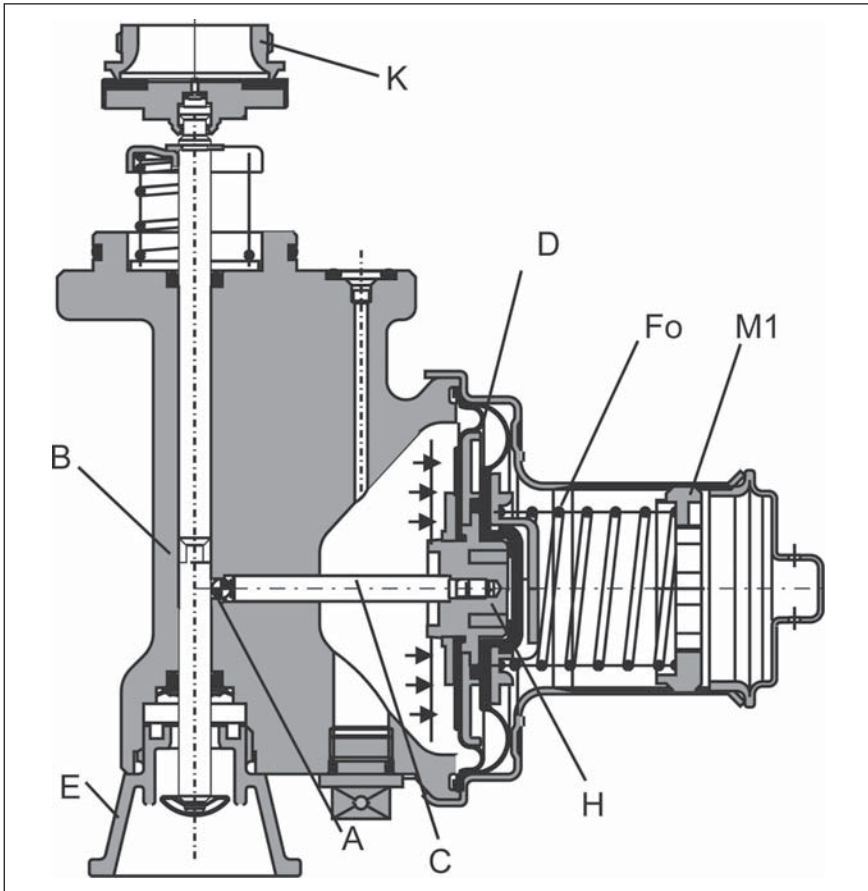

Bild 2-15, SAV - ausgelöst
Steigt der Ausgangsdruck  $p_D$  im Regelgerät und somit der Druck unterhalb der SAV-Membrane (D), so bewegt sich bei Überschreiten des durch die Einstellfeder ( $F_o$ ) eingestellten Abschaltpunktes der Membranhalter (H) und der Stift (C) nach rechts, siehe Bild 2-15. Die Kugel (A) wird aus der Spindelaussparung herausgedrückt. Die vorgespannte Sperrfeder an der Ventilschindel wird freigegeben. Der Ventilteller verschließt den Eingang (K) des Gas-Druckregelgerätes.